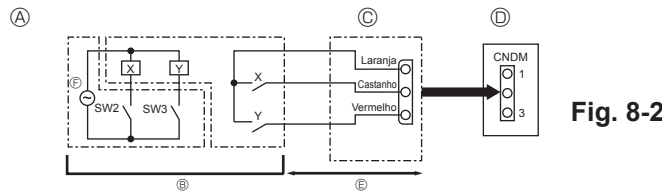

Fig. 8-2
⑥ Adaptador de entrada externo (PAC-SC36NA-E)
⑦ Painel de controle da unidade exterior
⑧ Máx. 10 m
⑨ Alimentação para relé
8.2. Função de pedido (modificação no local) (Fig. 8-2)